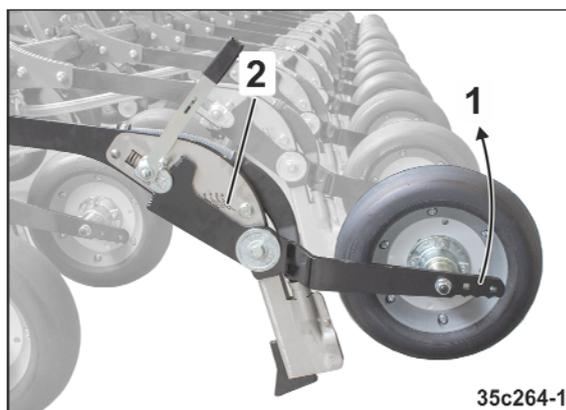

Fig. 177
4. Amener le roue de rappui avec la poignée (Fig. 177/1) dans la position voulue
6. Lire la hauteur de recouvrement réglée sur l'échelle (Fig. 177/2)